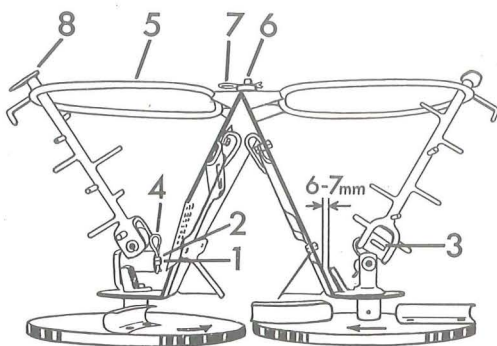
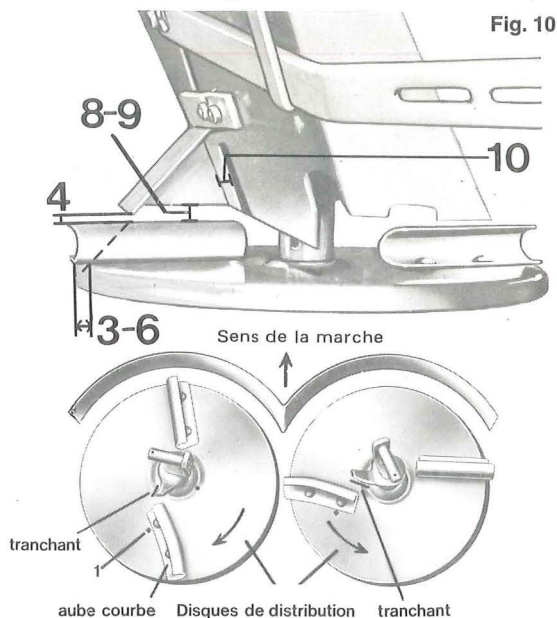

Fig. 4
Fig. 11 Pour la distribution des engrais humides pulvérulents, déplacer l'aube courbe de chaque disque de distribution (voir fig. 11/1).
1. Agitateur-mélangeur (voir fig. 4)
16. **Vérifier régulièrement la distance** (de 6 à 7 mm, voir fig. 4) entre la **paroi de la trémie et le doigt de l'agitateur**, le cas échéant, plier la pointe du doigt. Remplacer les têtes d'agitateur trop usées.
- Pour le montage des têtes d'agitateur, procéder de façon à ce que le doigt d'agitateur arrive au-dessus de l'aube courbe et que le tranchant soudé avance dans le sens de rotation (voir fig. 11). En plus, il faut que le couteau garde à la sortie de l'engrais la distance de 6 à 7 mm (voir fig. 4) et la tête de l'agitateur ne doit pas frotter le fond de la trémie. Si elle touche au fond de la trémie, pousser légèrement le fond vers le bas.
- Placer correctement les disques de distribution marqués sur la boîte neuve (voir fig. 11).